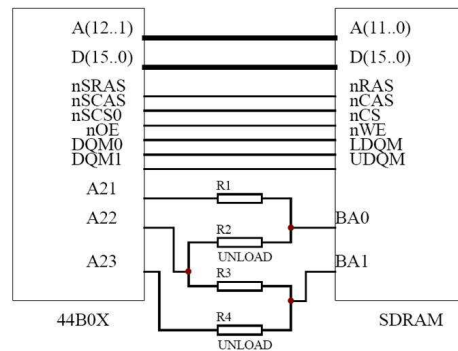

Figura 3.6: Conexión entre el S3C44B0X y la SDRAM de la placa
- Memoria SDRAM de 4Mx16bits, ubicada en el banco 6 del S3C44B0X y cuyo rango de direcciones es [0x0C000000-0x0C7FFFFF]. La figura 3.6 ilustra el esquema de conexión entre el chip S3C44B0X y la SDRAM.